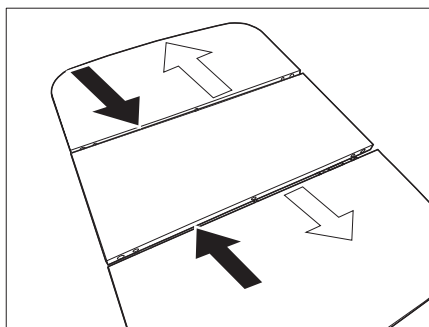

Fig. 104 Abbassamento del tavolo
- Spingere le parti esterne del tavolo sulla parte centrale (Fig. 104 - frecce nere).
- Separare le parti esterne del tavolo (Fig. 104 - frecce bianche).